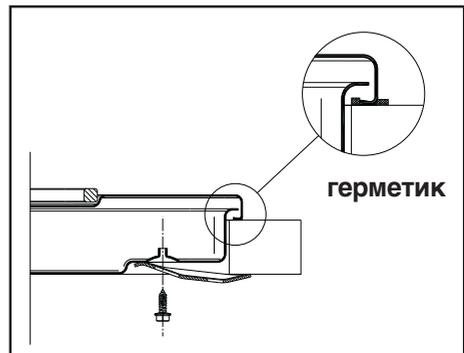

Рис. 14
- прикрепите панель к мебели при помощи специальных кронштейнов, входящих в комплектацию (см. рис. 14).